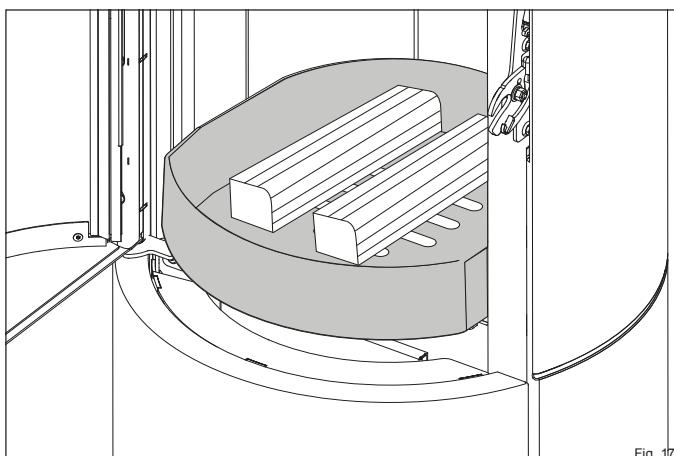

Fig. 17
- Placez deux bûches (4) avec un poids total de 1,4 kg au centre dans le foyer (avec la partie frontale orientée vers l'avant) Laissez env. 5 cm d'écart avec la vitre du foyer (Fig. 17).